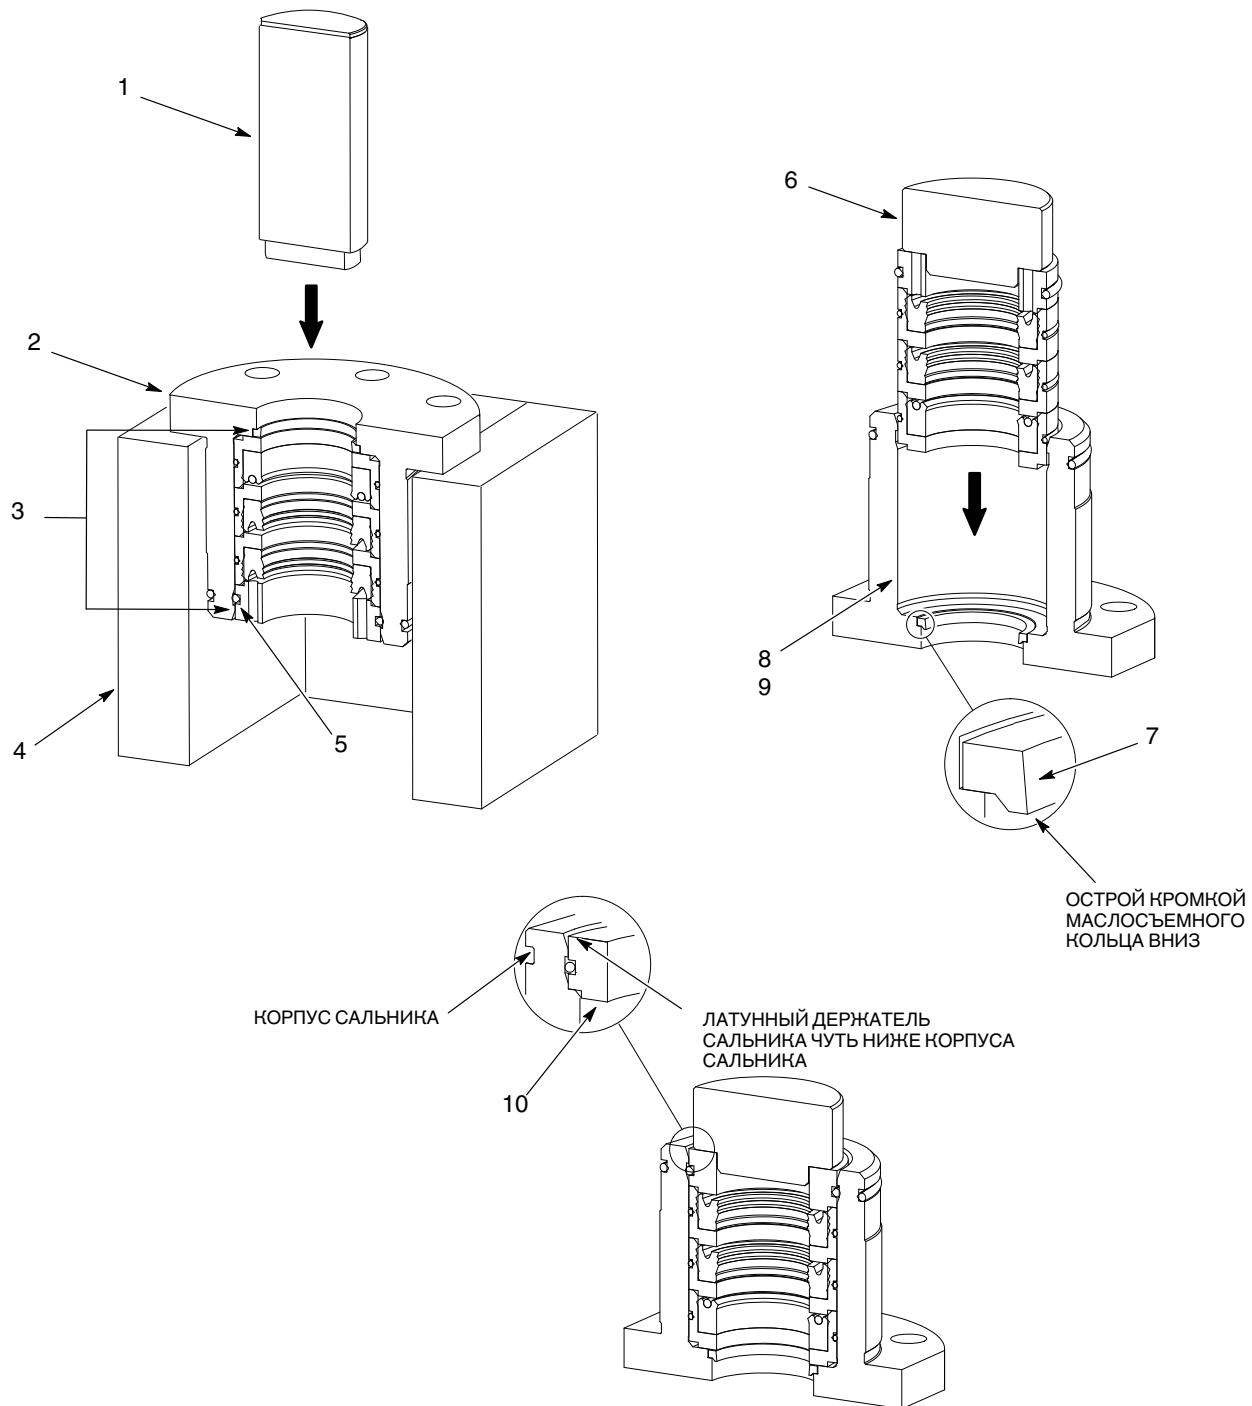

Рис. 11 Замена внутренних деталей сальника
1. См. рис. 11. Установить корпус сальника (2) на держатель (4).
4. Покрыть поверхность в отверстии (8) корпуса сальника соответствующей смазкой (9).
5. Вставить маслосъемное кольцо (7) в сальник (2) острой кромкой вниз.
6. Используя оправку (6) и дорновый пресс, запрессовать внутренние детали в корпус сальника (2). Убедиться, что латунный держатель сальника или опорное кольцо (10) стоитровено с корпусом сальника или чуть ниже, см. рисунок.